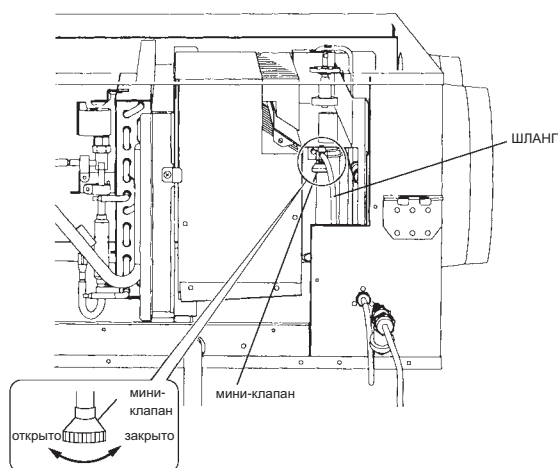

Рис. 3
2. Ослабьте мини-клапан и слейте накопившуюся воду. (Рис. 3)